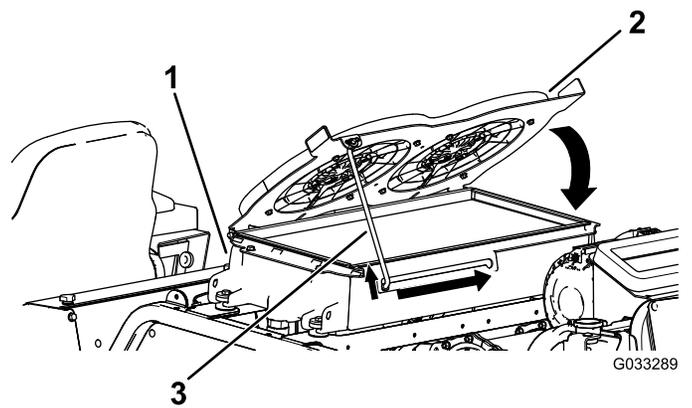

Рисунок 123
4. Поверните вентиляторы охлаждения гидравлической жидкости вниз и зафиксируйте опорную стойку в выемке (Рисунок 123).